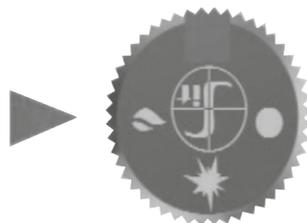

Рисунок 12
8. Слегка нажмите ручку управления и поверните ее в положение «Включено» (Рисунок 12). Клапан достигает максимального открытия в течении 10 сек.